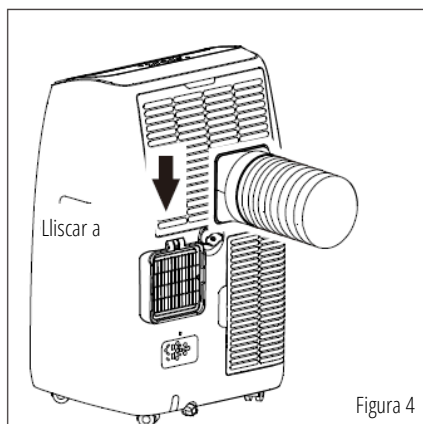

Figura 4
- 4) Instal·leu l'entrada de la mànega a la unitat. (Figura 4)